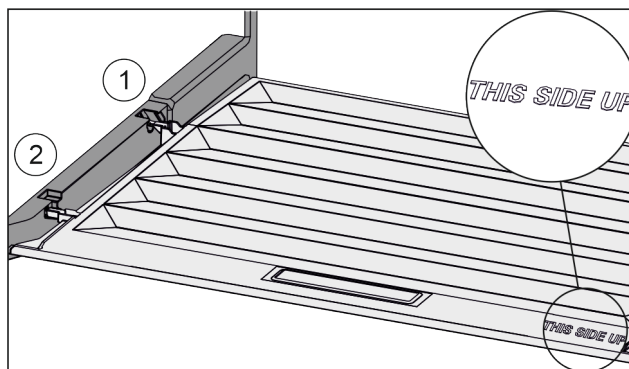

Fig. 151
- ▶ Výstupky víka zaveďte do zadních držáků Fig. 151 (1) a vpředu zaklesněte do držáku Fig. 151 (2).